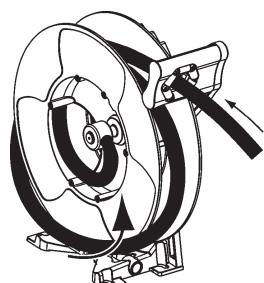

FIG 13.
2. Push the hose back through the hose outlet and make another loop on the spool (Fig. 13).
2. För tillbaka en del av slangen genom slangstyrningen och lägg en till ögla på rullen (Fig. 13).